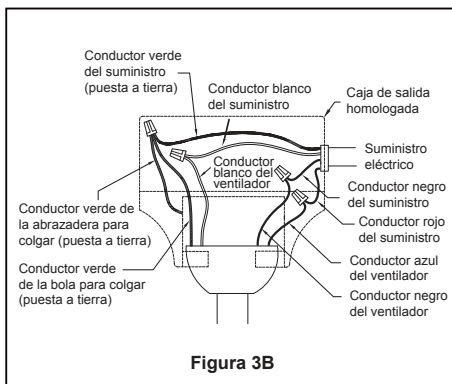

Figura 3B
2. Una vez haya hecho las conexiones, teniendo cuidado de no pillar los cables. Poniendo los cables blancos y verdes a un lado de la caja y los negros hacia el otro lado. Coloque los cables hacia arriba y empujuelos cuidadosamente hacia dentro de la caja de la toma de corriente, los cables deben ser colocados de forma extendida poniendo el conductor de la toma de tierra y el conductor de toma de tierra del equipo a un lado de la caja, colocando el conductor sin toma de tierra en el otro lado de la caja. (Figura 3B)